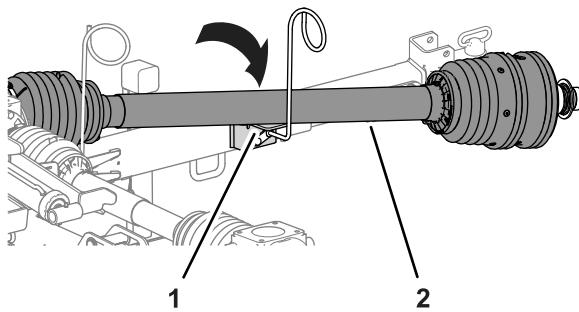

Figure 9
2. Placez l'arbre de transmission de la PDF sur l'appui prévu à cet effet sur le guide-flexible (Figure 9).